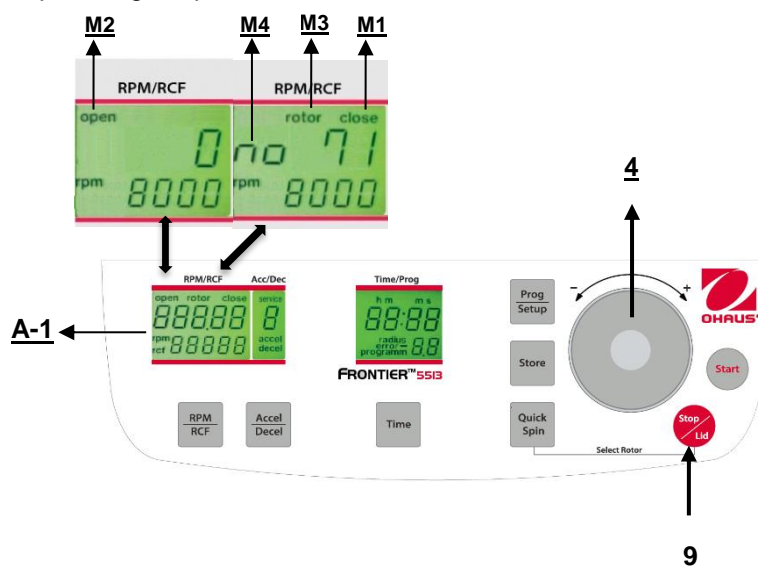

Figura. 15
Prima il funzionamento, quando il coperchio della centrifuga è chiuso, appare la parola **"close"** (M1) sul display **"RPM/RCF"** (A-1). Inoltre, se vi è un rotore nella centrifuga, appare la parola **"rotor"**(M3) e anche il numero di codice del rispettivo rotore che si trova all'interno del sistema centrifugo **"71"** (M4). Se nella centrifuga non vi è alcun rotore, la parola **"rotor"**(M3) lampeggia e appare la parola supplementare **"no"**(M4). Premendo il tasto **"Stop/Lid"** (9), si può rilasciare il coperchio della centrifuga. Non appena il coperchio è completamente rilasciato, appare la parola **"open"** (M2). Adesso è possibile aprire il coperchio della centrifuga. Fare riferimento alla figura 15 qui di seguito per riferimento.
Il coperchio deve solo essere abbassato leggermente. Un bloccaggio elettromagnetico del coperchio fa chiudere il coperchio stesso, e allo stesso tempo scompare la parola **"open"** (M2) (fare riferimento alla figura 15).